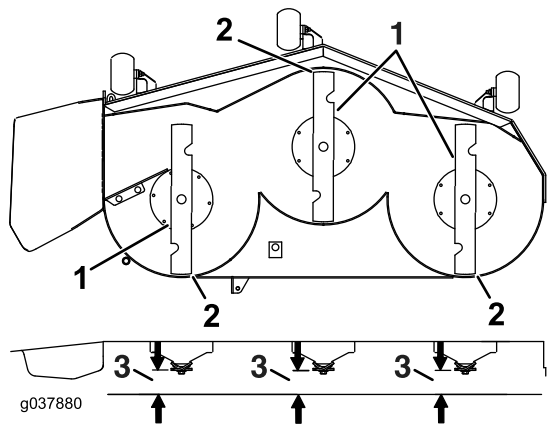

**Figura 79**
- Rode cuidadosamente as lâminas de um lado para o outro (Figura 79).